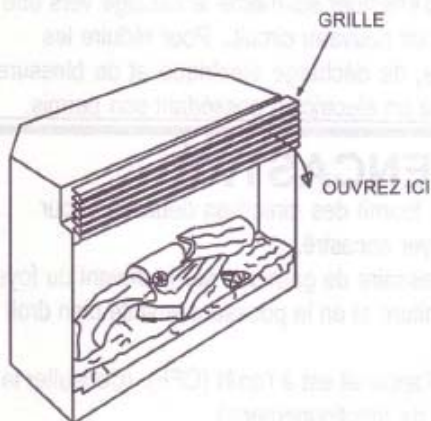

FIGURE 8
1. Pour avoir accès aux commandes, ouvrir la grille supérieure en la tirant près du haut, vers soi et vers le bas. (FIGURE 8)